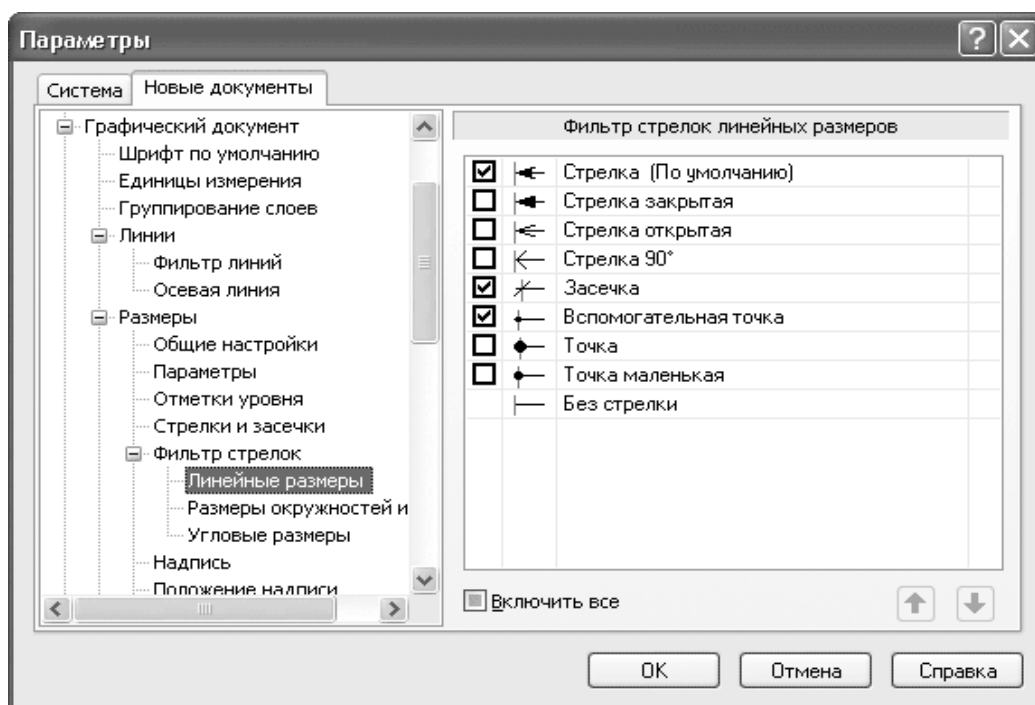

Рис. 1.65. Фильтр стрелок
• **Размеры** – большая группа настроек, управляющая отрисовкой стрелок, размерных надписей, размерами, допусками, предельными значениями и пр. В этой группе настроек, аналогично стилям линий, можно настроить фильтр стрелок для линейных размеров, размеров окружностей и дуг и угловых размеров (рис. 1.65). Он содержит набор стрелок различных типов (собственно стрелки, засечки, вспомога-